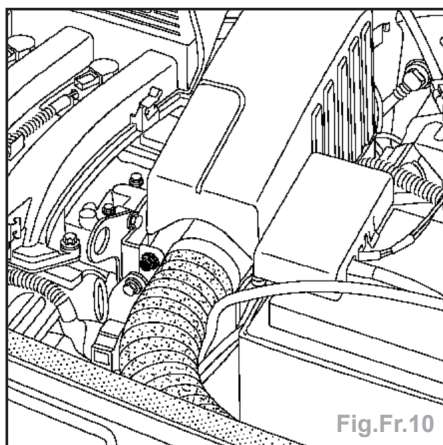

Fig.Fr.10
- Déposer le résonateur d'air (**moteur K4J**) (Fig.Fr.10).